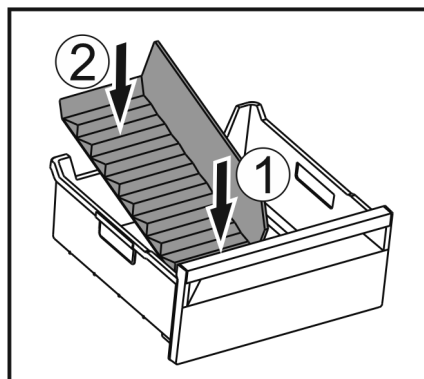

Fig. 116
- ▶ Włożyć przednią część separatora do szuflady na lód. Fig. 116 (1)
- ▶ Tylną część separatora do szuflady na lód opuścić na dno szuflady. Fig. 116 (2)